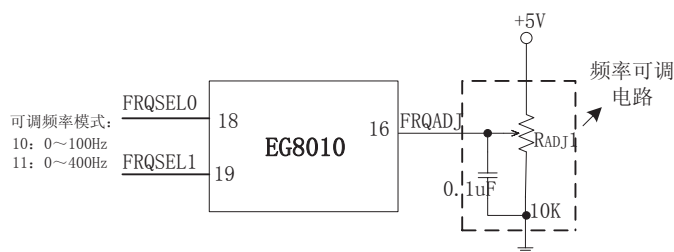

图 8.6a EG8010 频率调节电路
EG8010 频率模式分为固定频率模式和可调频率模式, 可调频率模式下 EG8010 仅采用了单极性调制方式, 即可调频率模式下需将引脚(20)MODSEL 接低电平。频率模式通过引脚 FRQSEL1, FRQSEL0 设定, 固定频率模式为 “00” 是输出 50Hz 频率, “01” 是输出 60Hz 频率, 固定频率模式下 FRQADJ 功能无效, 工作在双极性调制模式下引脚 (16) 将作为 V_{FB2} 电压反馈电路; 可调频率模式为 “10” 是输出频率范围 0~100Hz 可调, “11” 是输出频率范围 0~400Hz 可调, 可调频率由 FRQADJ 引脚调节电路如图 8.6a, FRQADJ 引脚的输入电压从 0~5V 变化, 对应的基波输出频率从 0~100Hz 或 0~400Hz 变化, 此功能结合 VVVF 引脚可以应用在单相变频器系统。